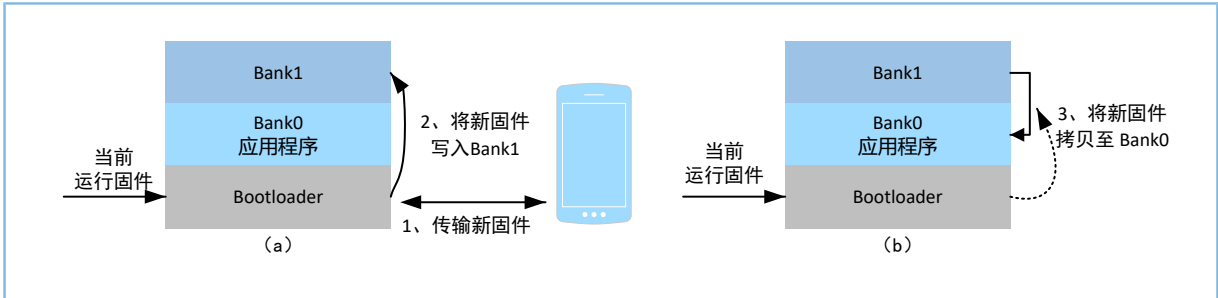

图 1-2 非后台双区升级模式示意图
- 非后台双区升级模式的升级示意图如图 1-2所示。其升级过程主要包含以下步骤：